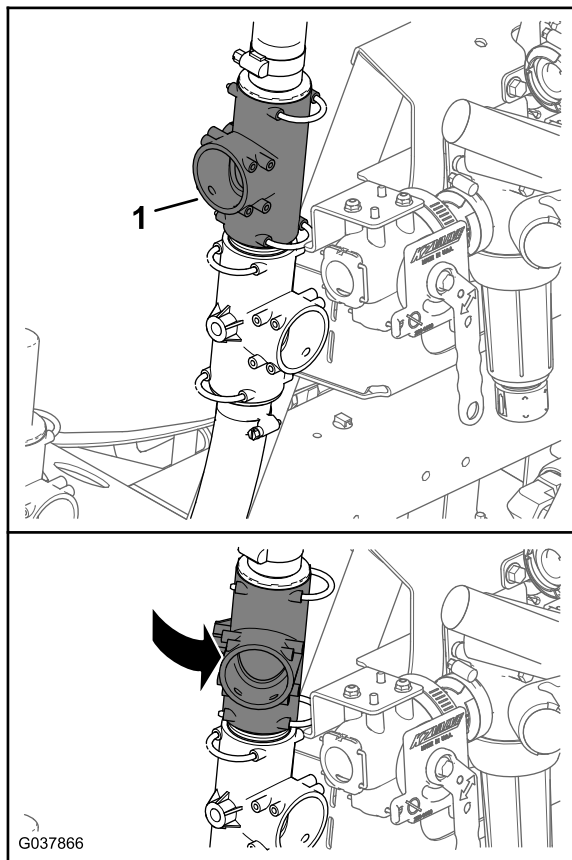

Рисунок 68
1. Поверните верхний тройник приблизительно на 35° против часовой стрелки (Рисунок 68).